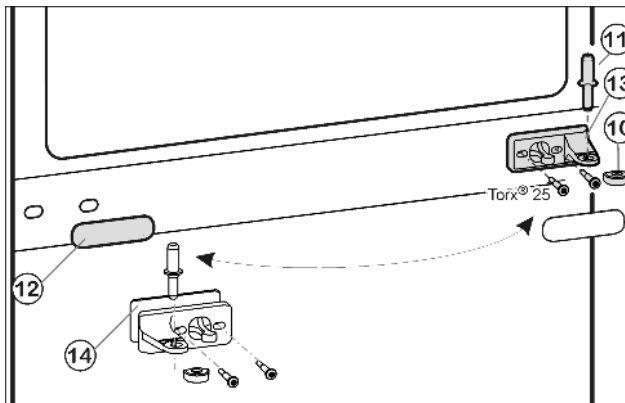
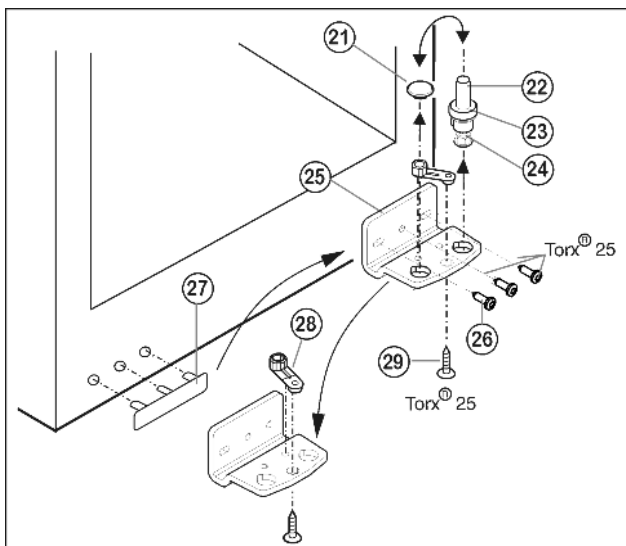

Fig. 5
Fig. 6
- ▶ Retirer le pivot central Fig. 5 (11) de sa charnière et de la porte inférieure.
- ▶ Retirer le capuchon en plastique Fig. 5 (10).
- ▶ Dévisser le support d'appui du milieu Fig. 5 (13) (2 Torx® 25).
- ▶ Retirer avec précaution le panneau-cache Fig. 5 (12).
- ▶ Visser le support d'appui du milieu Fig. 5 (13) avec le support pivoté Fig. 5 (14) de 180° sur le nouveau côté charnière (avec 4 Nm).
- ▶ Encliqueter de nouveau le panneau-cache Fig. 5 (12) tourné de 180° sur le nouveau côté poignée.
- ▶ Dévisser le pivot Fig. 6 (22) complètement avec le disque Fig. 6 (23) et le pied réglable Fig. 6 (24) vers le haut.
- ▶ Enlever le bouchon Fig. 6 (21).
- ▶ Dévisser Fig. 6 (26) le support d'appui Fig. 6 (25).
- ▶ Dévisser l'élément pivotant Fig. 6 (28) et le permuter dans le trou opposé du support d'appui.
- ▶ Soulever le cache côté poignée Fig. 6 (27) avec précaution et le positionner sur le côté opposé.
- ▶ Revisser à fond le support d'appui Fig. 6 (25) sur le nouveau côté charnière en utilisant une visseuse sans fil si nécessaire, avec un couple de serrage de 4 Nm.
- ▶ Replacer le bouchon Fig. 6 (21) dans l'autre trou.
- ▶ Replacer le pivot Fig. 6 (22) complètement avec le disque et le pied réglable. Faire attention à ce que les ergots d'encliquetage soient tournés vers l'arrière.
- ▶ Placer la porte supérieure par le haut sur le pivot inférieur Fig. 6 (22).
- ▶ Remettre le capuchon en plastique Fig. 5 (10) sur le support d'appui central Fig. 5 (13).
- ▶ Placer le pivot du milieu Fig. 5 (11) sur le nouveau côté charnière à travers le support d'appui central Fig. 5 (13) dans la porte inférieure.
- ▶ Placer la porte supérieure sur le pivot du milieu Fig. 5 (11).
- Aligner éventuellement les portes à la carrosserie grâce aux deux trous longitudinaux dans le support d'appui inférieur Fig. 6 (25) et le support d'appui central Fig. 5 (13). Pour cela, dévisser la vis centrale du support d'appui inférieur Fig. 6 (25).